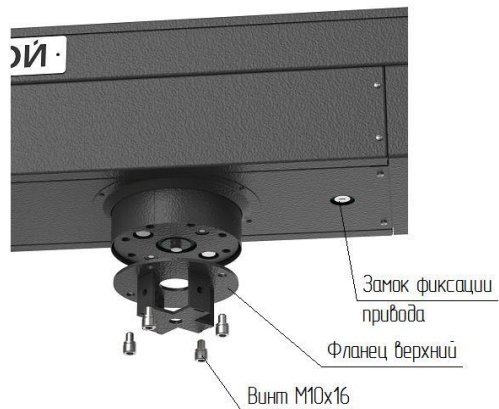

Рис. 5
- установите на диск муфты привода **6** (рис.5 и приложение 1.1) верхний фланец центральной стойки и закрепите винтами M10x16; нижний фланец прикрепите к фланцу вала напольной плиты **7** винтами M8x16;